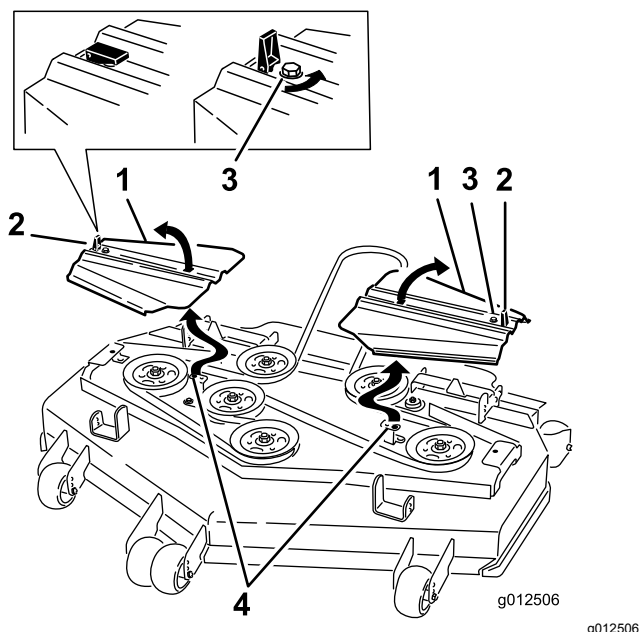

Figura 61
14. Montate i copricinghia inserendo le linguette nelle fessure. Montate il coperchio e chiudete i fermi (Figura 61).